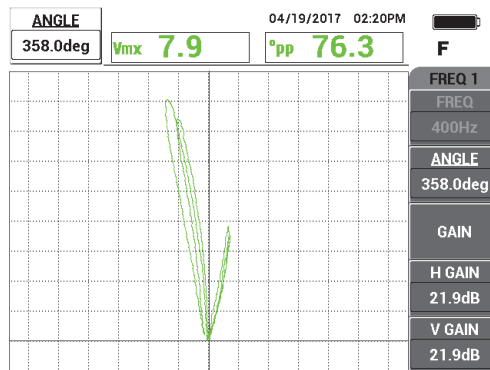

Abbildung 5-214 Einstellen von Verstärkung und Winkel
7. Stellen Sie den **WINKEL**, wie benötigt, ein (siehe Abbildung 5-214 auf Seite 298).